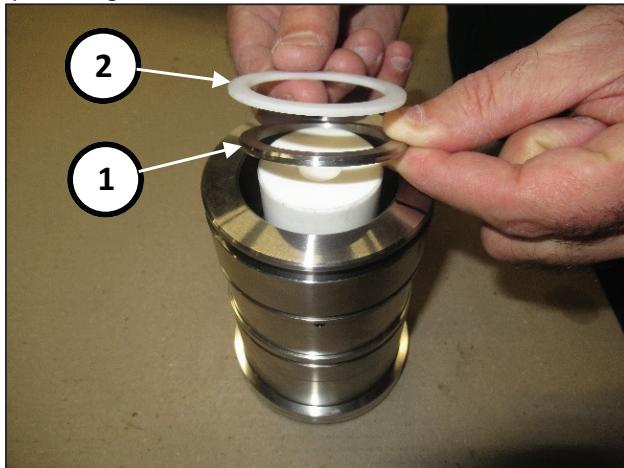

Fig. 178
Insira o anel para mola (pos. ①, Fig. 178) e o anel raspador (pos. ②, Fig. 178).